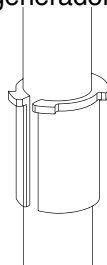

FIG. 1.3
i. Deslice el manguito de goma alrededor del poste del marco vertical, girando el manguito de goma de modo que la abertura mire hacia el lado opuesto del generador. (Fig. 1.3) Las instalaciones seleccionadas pueden no permitir que la boca de la manga de goma mire hacia afuera, esto está bien.